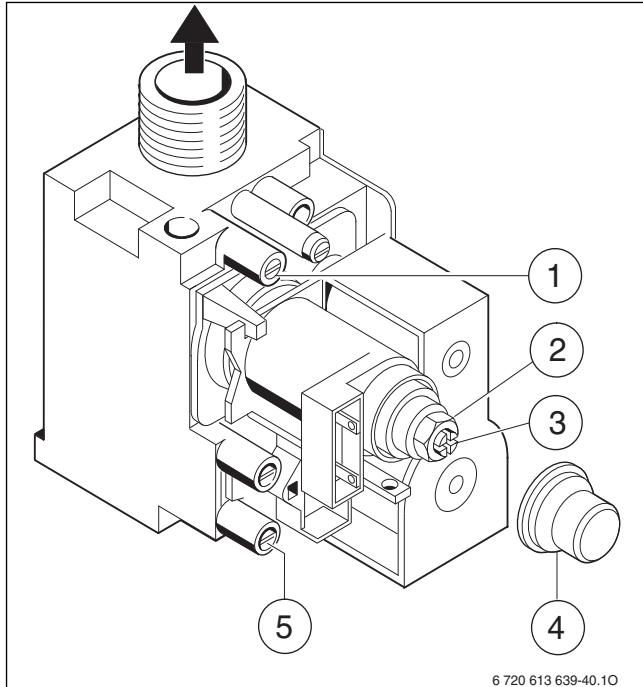

Рис. 33
- Отвернуть уплотнительный винт измерительного штуцера давления перед форсунками (1) и подсоединить U-образный манометр (→ рис. 33).
- Снять крышку (4).